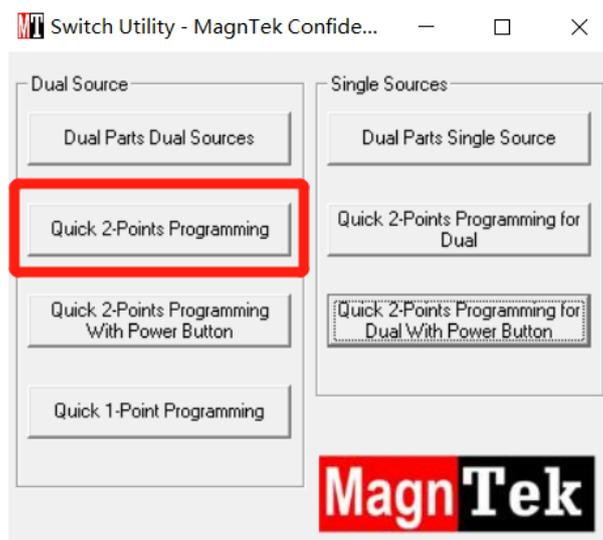

图 5.3.1 编程模式选择界面
- 进入软件安装目录找到 “PB006 Programmer.exe” 文件，双击打开软件，进入编程模式选择界面，如下图 5.3.1